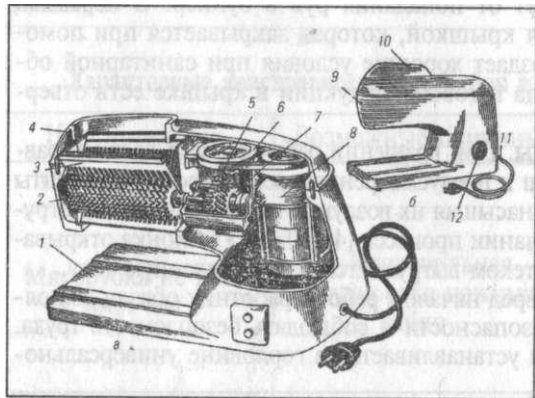

Рис. 4-4. Мясорыхлительная машина МРМ-15.
**Мясорыхлительная машина МРМ-15, (рис.4-4)** предназначена для рыхления поверхности порционных кусков мяса (ромштексов, шницелей и т.д.) перед их обжаркой.